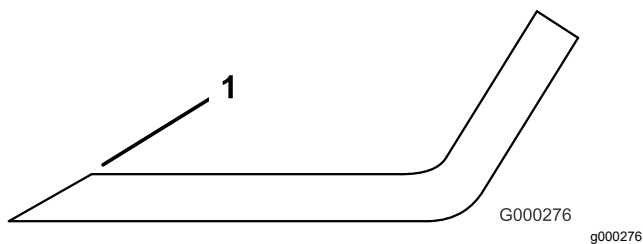

Bild 95
3. Prüfen Sie die Schnittkanten aller Messer und schärfen die Kanten, wenn sie stumpf sind oder Kerben haben (Bild 95).
Hinweis: Schärfen Sie nur die Oberseite der Schnittkante und behalten Sie den ursprünglichen Schnittwinkel bei, um die Schärfe des Messers zu gewährleisten (Bild 95). Das Schnittmesser bleibt ausgewuchtet, wenn von beiden Schnittkanten die gleiche Materialmenge entfernt wird.